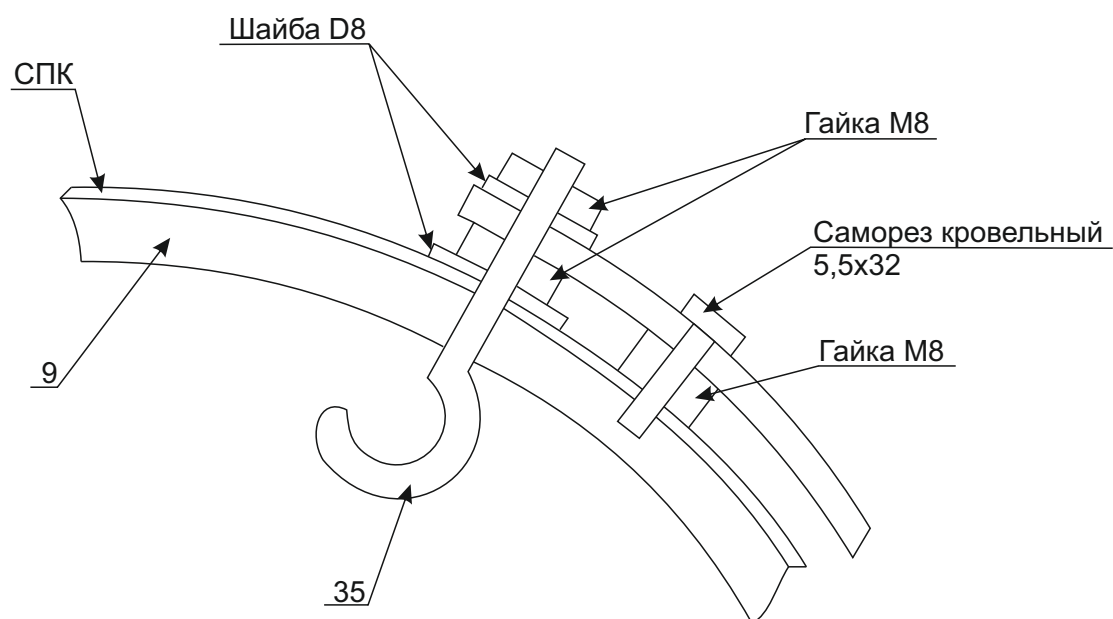

Рис. 24
4. Установить крышу на теплицу, совместив ролики с направляющими п.17,18. На центральной дуге со стороны лебёдки, с внутренней стороны крыши установить анкер-крюк М8 п.35 и зацепить за него трос лебёдки. Сверху на крюк-анкер установить рычаг п.26. и закрепить его гайкой М6 и саморезом кровельным 5,5х32 рис. 24.